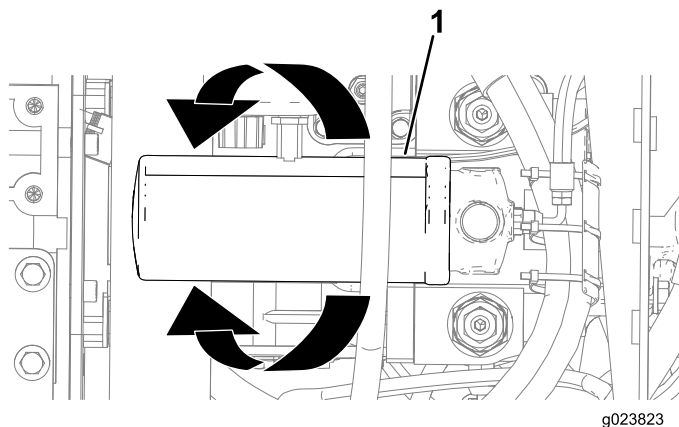

Рисунок 118
3. Поместите сливной поддон или уложите ветошь под фильтр линии нагнетания гидравлической жидкости (Рисунок 118).
4. Поверните фильтр линии нагнетания гидравлической жидкости против часовой стрелки и снимите его (Рисунок 118).
6. Совместите фильтр линии нагнетания гидравлической жидкости с местом его посадки и поверните его по часовой стрелке, пока уплотнение фильтра не войдет в контакт с переходником (Рисунок 118).